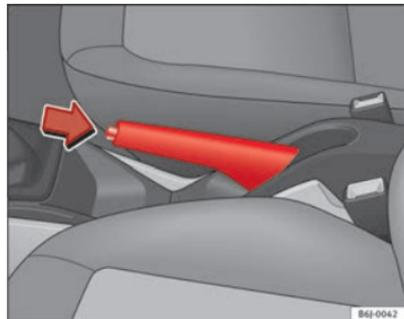

Fig. 109 Freno de mano entre los asientos delanteros
- Tire con fuerza de la palanca del freno de mano hacia arriba ⇒ fig. 109.
- Tire ligeramente de la palanca hacia arriba, presione el botón de desbloqueo en la dirección de la flecha ⇒ fig. 109 y baje completamente la palanca ⇒ ⚠.